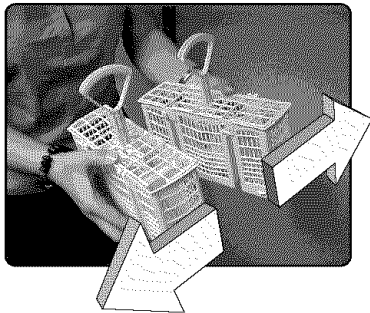

Figure 40/Illus. 40
2. Pull the two halves apart, as shown in Figure 40.
2. Séparer les deux moitiés, comme à la figure 40.
2. Jale y separe las dos mitades como se ve en la Ilustración 40.